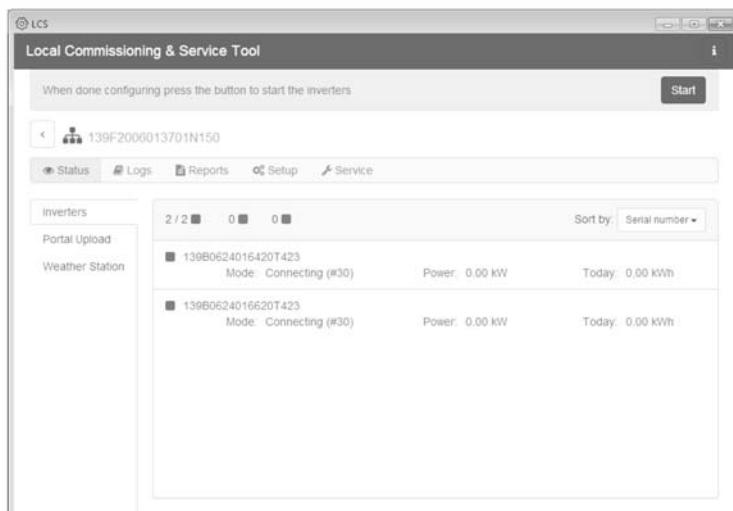

Imagen 5.8. LCS-Tool: lista de todos los inversores conectados al SMA Inverter Manager
11. Un recuadro verde identifica los inversores puestos en marcha. No obstante, los inversores no se conectan a la red hasta que no se les envía un comando de [Start] desde la barra que hay debajo del menú superior. Consulte la imagen 5.8.